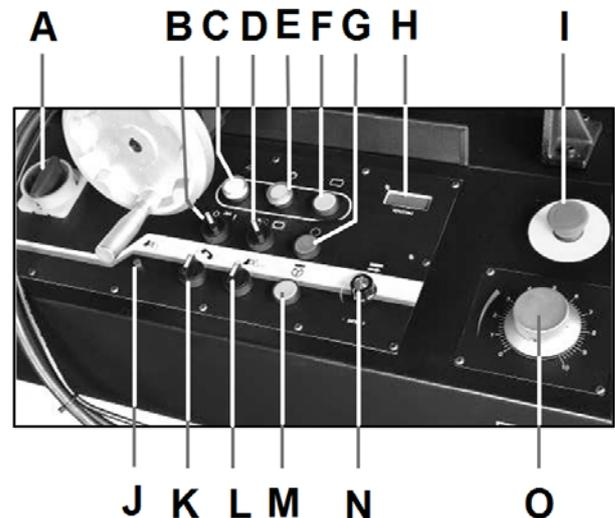

Abb. 7-1: Bedienelemente der Maschine
- Verkantet sich das Sägeband beim Sägen im Werkstück oder wird es eingeklemmt, muss die Maschine mit dem Not-Aus-Schalter (I, Abb. 7-1) sofort abgeschaltet werden. Den Spannstock danach langsam und vorsichtig öffnen, das Werkstück herausnehmen und überprüfen, ob das Sägeband oder seine Zähne gebrochen oder beschädigt sind. Sind sie gebrochen oder beschädigt, das Sägeband durch ein neues ersetzen.
Den Knopf (N, Abb. 7-1) drehen, um die Bandgeschwindigkeit einzustellen.
Die Maschine an die Stromquelle anschließen. Den Hauptnetzschalter (A, Abb. 7-1) auf ON schalten. Die Netzkontrollleuchte (B) leuchtet auf.
1. Die Taste (E) drücken, um die Hydraulikpumpe zu starten.
Wenn der Spannvorgang des Spannstocks fehlschlägt, leuchtet die Kontrollleuchte (J, Abb. 7-1) auf.
Die Maschine an die Stromquelle anschließen. Den Hauptnetzschalter (A, Abb. 7-1) auf ON schalten. Die Netzkontrollleuchte (C) leuchtet auf.
- Die Taste (E) drücken, um die Hydraulikpumpe zu starten.